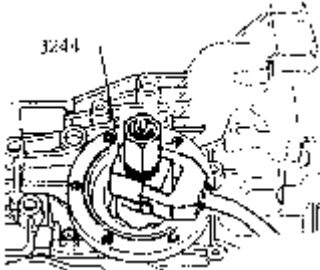

图 7-160 装入六角螺栓
- (1) 拆下右传动法兰的密封圈，撬出带槽滚珠轴的卡环。
- (2) 将带垫圈的 M12×20 六角螺栓装入传动法兰输出轴孔中，如图 7-160 所示。